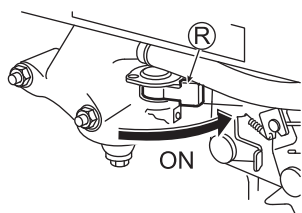

Abb. 10
- 1 Installieren Sie die Zündkerzenkappe (Q).
- 2 Stellen Sie den Kraftstoffhahn (R) auf "ON" (EIN). (Siehe Abb. 10)